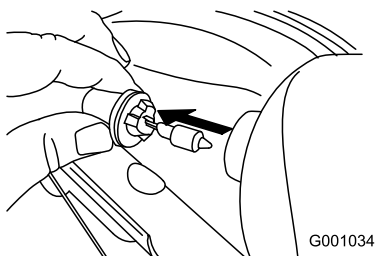

Рисунок 59
3. Выньте лампу прямо с тыльной части фары (Рисунок 59).